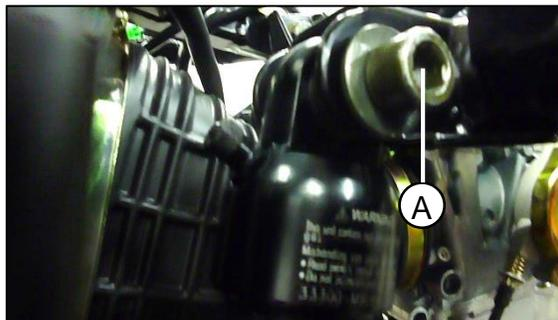

Fig. 08
Retire el tornillo de la suspensión (A) parte superior de esta y remueva la suspensión **Fig. 08**
Inspeccione el estado general de la suspensión, fugas, grietas, desgastes entre otros. **Fig. 08**